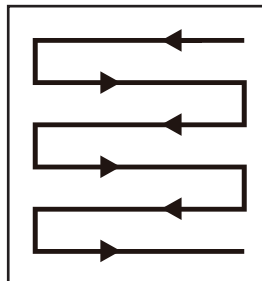

Fig. 12
4. Pousser doucement le produit vers l'avant. Toujours se tenir derrière la tondeuse à gazon et tenir le guidon (1) des deux mains pour l'utiliser.
5. Tondre en suivant des rangées qui se chevauchent légèrement. Le modèle le plus efficace pour tondre les pelouses est la ligne droite parallèle à l'une des bordures. Cela permet de tondre la pelouse en rangées régulières et garantit qu'aucun endroit de la pelouse n'a été oublié (Fig. 12).